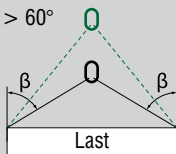

Abb. 7
- Bei mehrsträngigen Anschlagmitteln bestimmt der größere Neigungswinkel β (Abb. 7) den Lastanschlagfaktor.